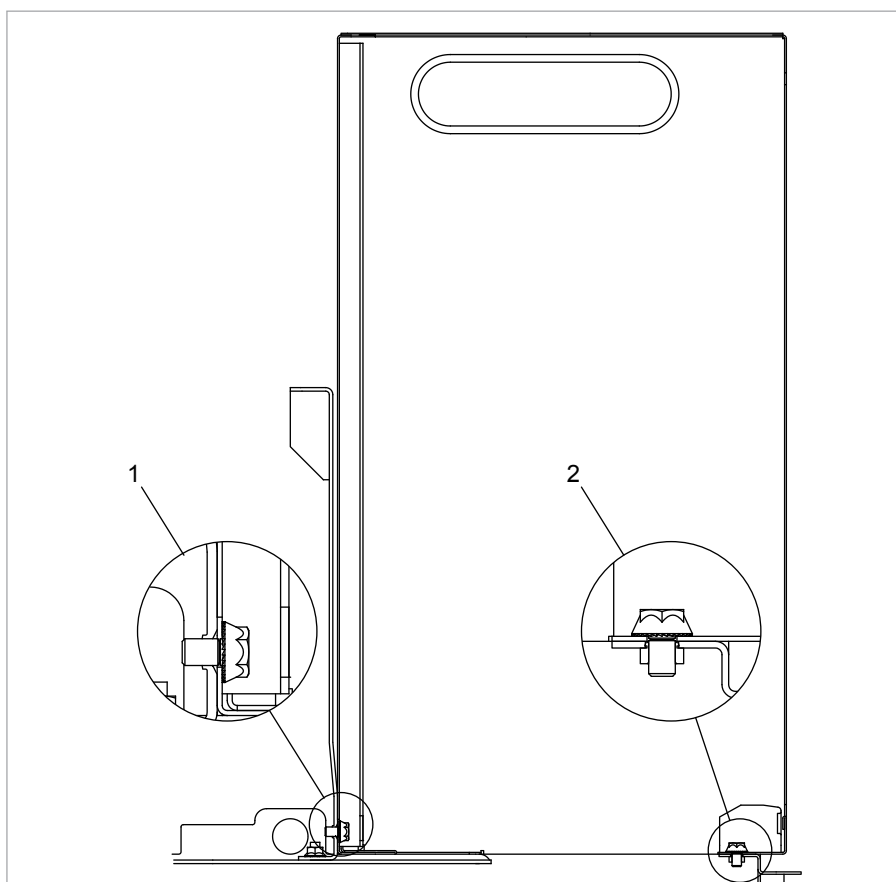

Fig. 39
Visser l'armoire basse tension à l'arrière (vis à embase crantée M8, voir Fig. 39, pos. 1).
Visser le fond de l'armoire basse tension devant avec la cellule (vis à embase crantée M8, voir Fig. 39, pos. 2).